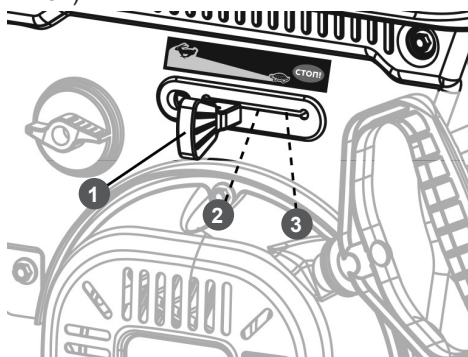

Рис. 31 Положения рычага газа
4. Переведите рычаг газа сначала в крайнее левое положение, затем в крайнее правое, после чего установите рычаг в среднее положение (Рис. 31).
рычаг газа в положение 2 (Рис. 31).
(крайнее правое) (Рис. 31).